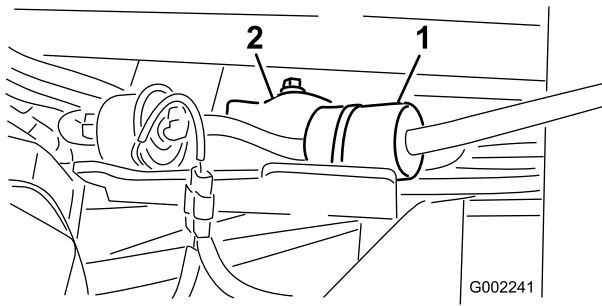

Bild 45
- Lösen Sie die Schlauchklemmen und schieben Sie sie vom Filter weg (Bild 45).